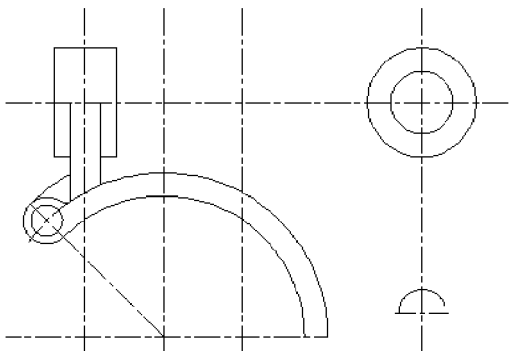

图 5-28 镜像轮廓线
(9) 镜像轮廓线
① 单击【修改】工具栏 | 【镜像】按钮  或在命令行执行“MIRROR/”简写形式“MI”命令, 选择对象为上一步所绘制出的 3 条直线, 指定镜像线的第一点与第二点分别为直线 5 的两端点, 回车后命令行提示“删除镜像源吗? [是 (Y)/否 (N)] <N>:” (默认为不删除), 输入 N 或回车, 得到结果如图 5-28 所示。